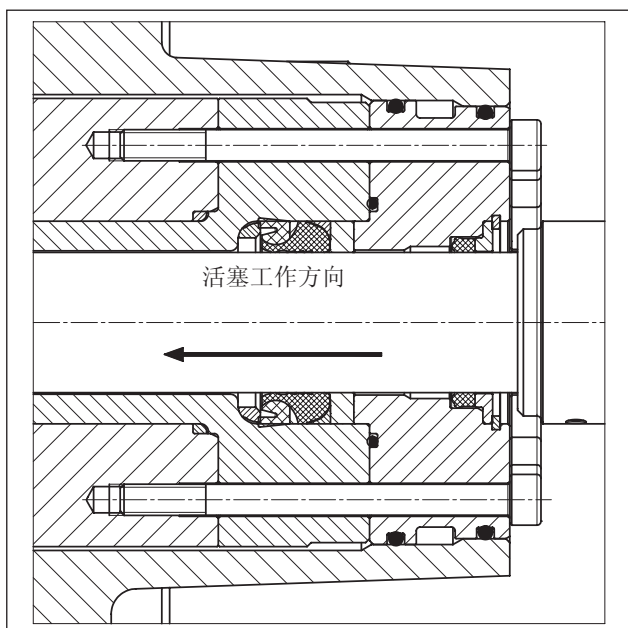

图 204
低压密封圈必须插入低压密封圈支撑，密封唇必须朝向活塞的工作方向（①，图 204和图 205），用OKS 1110型硅脂轻微润滑外径。如果低压密封圈磨损则应更换。